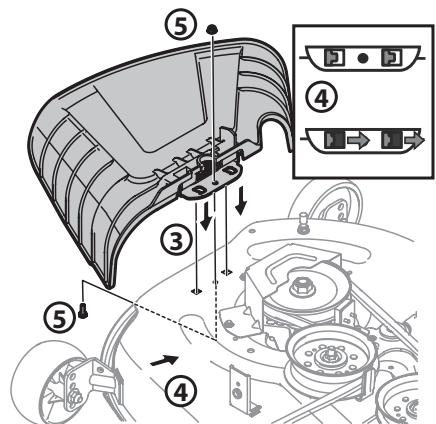

Figure 11
3. Placez le déflecteur d'éjection sur le plateau de coupe en insérant les pattes du déflecteur d'éjection dans les trous du plateau de coupe. Voir Figure 11.
4. Glissez le déflecteur d'éjection vers l'arrière de l'appareil jusqu'à ce que le trou du boulon sur le déflecteur d'éjection s'aligne avec le trou du plateau de coupe. Voir Figure 11.
5. Fixez le déflecteur d'éjection avec l'écrou autobloquant à bride et le boulon hexagonal retirés à l'étape 2. Serrez à un couple de 102-124 po-lb (12 à 14 N-m). Voir Figure 11. Passez à la sous-section Réglage des roues du plateau de coupe.